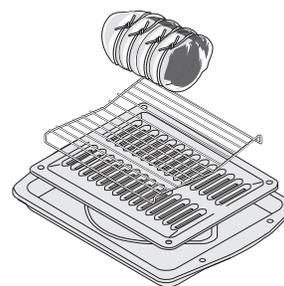

Figure 35 : Lèchefrite, grille et grille de rôtissage
4. Placez la viande (le côté gras vers le haut) sur la grille (Figure 35). Placez l'aliment préparé sur la grille et glissez-la à l'intérieur du four.
- Utilisez la lèchefrite et sa grille, ainsi que la grille de rôtissage (Figure 35) (sur certains modèles). La lèchefrite recueille les écoulements de graisse et sa grille évite les éclaboussures. La grille de rôtissage supporte la pièce de viande.
- Utilisez toujours la lèchefrite et sa grille lorsque vous effectuez une cuisson au gril, si celles-ci sont fournies. Elles permettent à la graisse de s'écouler à l'écart de la chaleur intense de l'élément du gril (Figure 35).